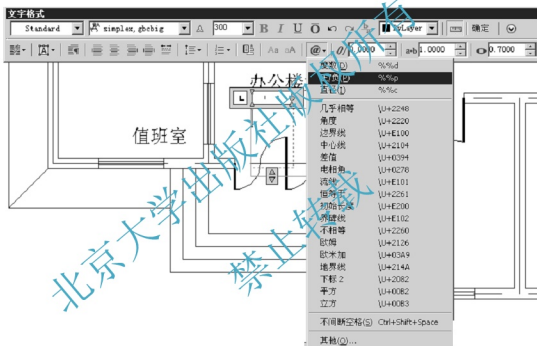

图 3.12 利用【符号】菜单输入特殊字符
① 在指定第一角点: 提示下, 在办公楼平面图内单击一点, 将其作为文字框的左上角点。
② 在指定对角点或 [高度(H)/对正(J)/行距(L)/旋转(R)/样式(S)/宽度(W)]: 提示下, 光标向右下角拖出矩形框后单击。
③ 在【文字格式】对话框中将当前文字样式设为 Standard, 高度设为“300”。
④ 单击【符号】按钮, 打开【符号】菜单, 如图 3.12 所示, 选择【正/负(P) %p], 接着输入“0.000”。
⑤ 单击【确定】按钮关闭对话框, 这样就输入了“ ± 0.000 ”。